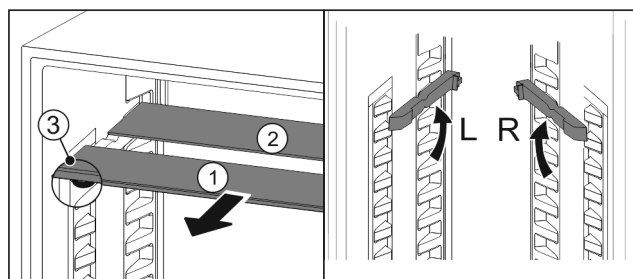

Fig. 90
- Skleněné desky jednotlivě vytáhněte dopředu Fig. 90 (1).
- Skleněná deska Fig. 90 (1) s ozdobnou lištou leží vpředu.
- Zarážky Fig. 90 (3) směřují dolů.